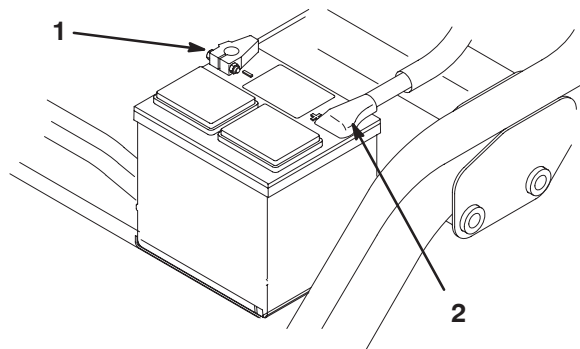

Figure 6
7. Commencez par raccorder le câble positif (rouge) de la batterie à la borne positive (+) et le câble négatif à la borne négative (–), et serrez les colliers à l'aide des vis et écrous (Fig. 6). Placez le capuchon protecteur sur la borne positive pour éviter les courts-circuits.